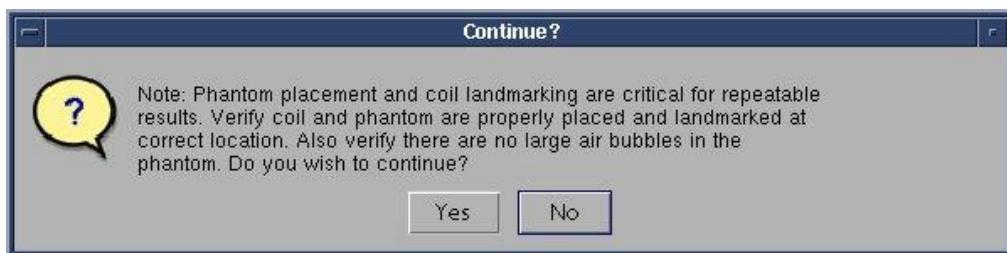

图 4
- 启动之后，将会出现写着 "Phantom placement and coil landmarking are critical for repeatable results"（模体更换和线圈标记对准对于可重复结果非常重要）的注释。如果已正确设立标记并且模体中没有气泡，单击 [**Yes**]（是）以继续。（图 4）。